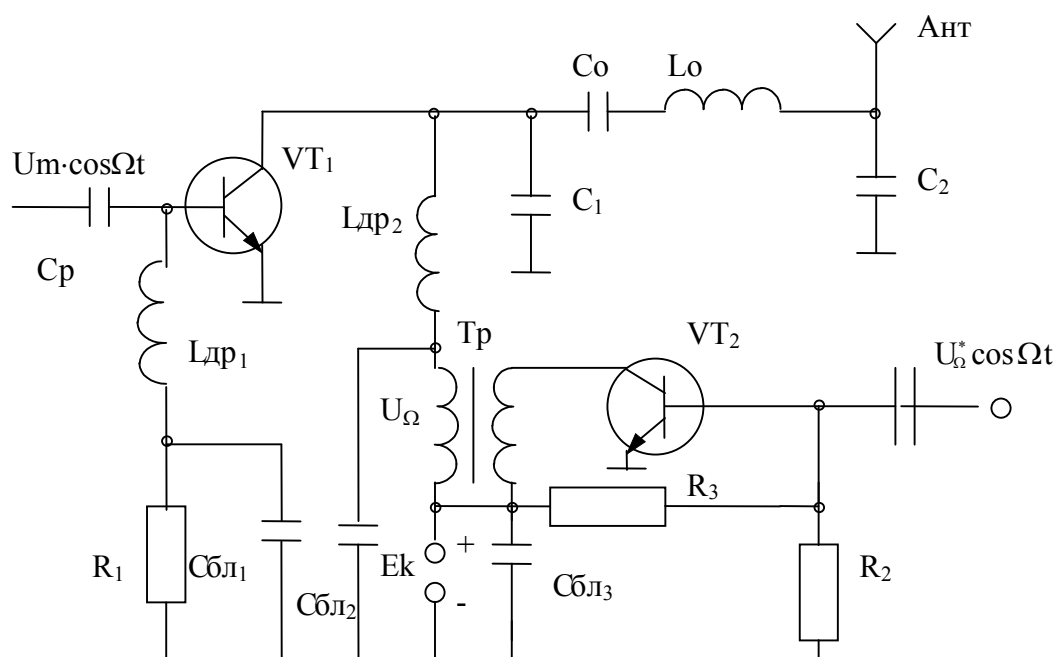

Рисунок 1
- Составляем принципиальную электрическую схему (рисунок 1).
3) Определяем сопротивление дополнительного резистора R_1 (рисунок 1):